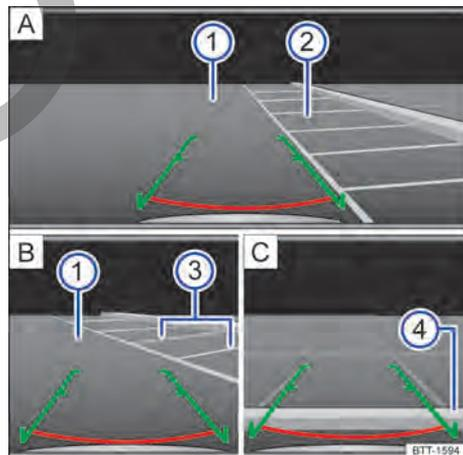

Fig. 111 Visualización en la pantalla del sistema de infotainment: estacionar con el asistente de marcha atrás.
Leyenda de la Fig. 111:
- Sitúe el vehículo delante del espacio para estacionar → Fig. 111 **2**.